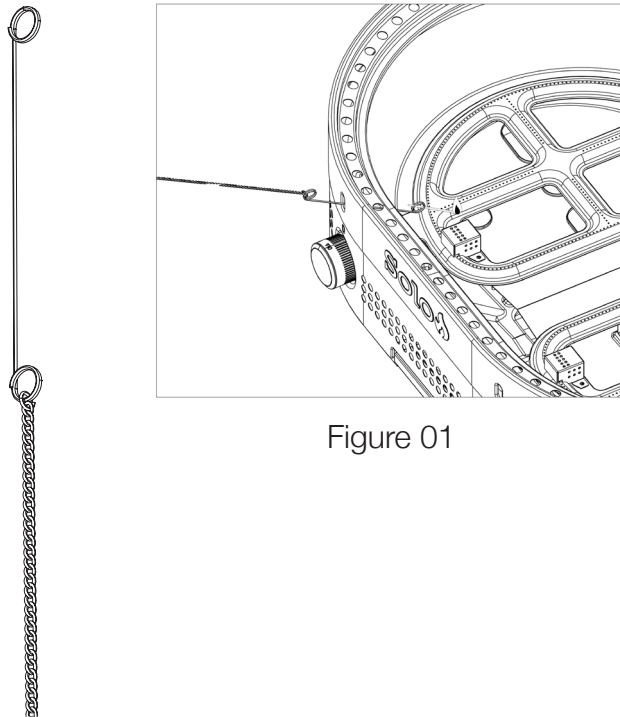

Figure 01
3. Introduisez rapidement l'allumette enflammée à travers l'ouverture jusqu'au tube du brûleur. Le tube doit s'allumer. (Voir Figure 01).